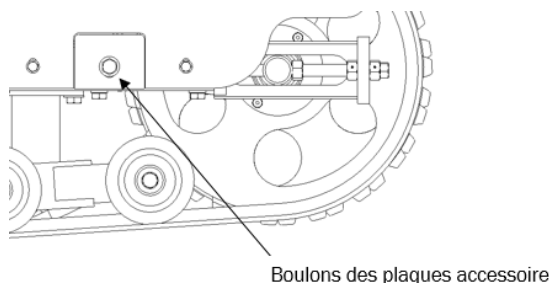

Figure 15 : Retirez les plaques d'accessoire
5. Retirez les 4 boulons pour pouvoir enlever les 4 plaques d'accessoire (voir la Figure 15).